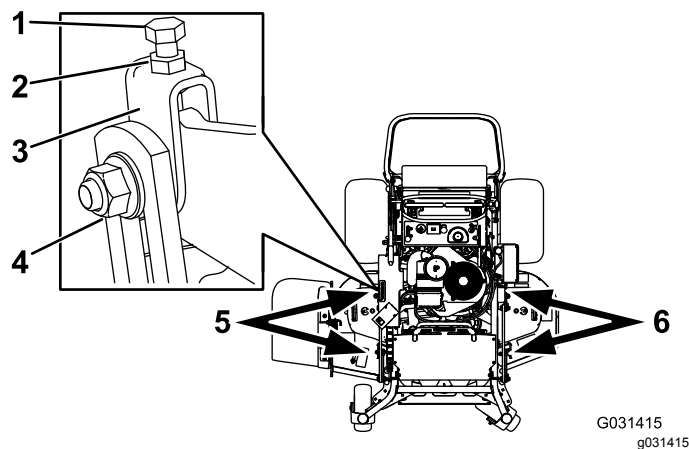

Bild 81
1. Lockern Sie die seitliche Mutter und Klemmmutter in den Jochs, die Sie einstellen möchten (Bild 81).
2. Drehen Sie die obere Schraube der Jochs, um die Höhe des Mähwerks einzustellen (Bild 81).